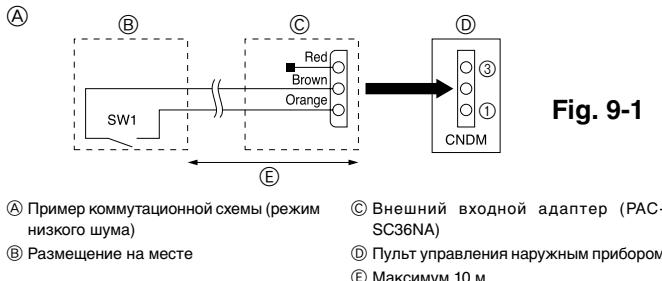

Fig. 9-1
④ Нажмите кнопку **TEST** и удерживайте ее три секунды или дольше, или нажмите кнопку **ON/OFF** для отмены (первого обучающего) прогона функции обнаружения утечки хладагента.
9.1. Режим низкого шума (модификация “на месте”) (Fig. 9-1)